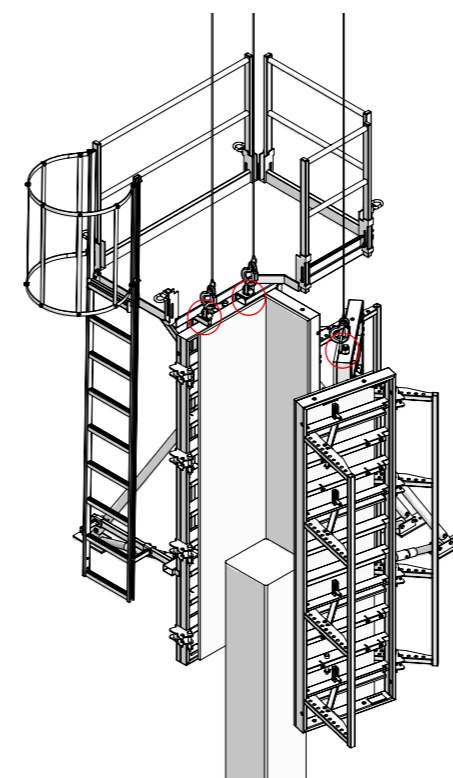
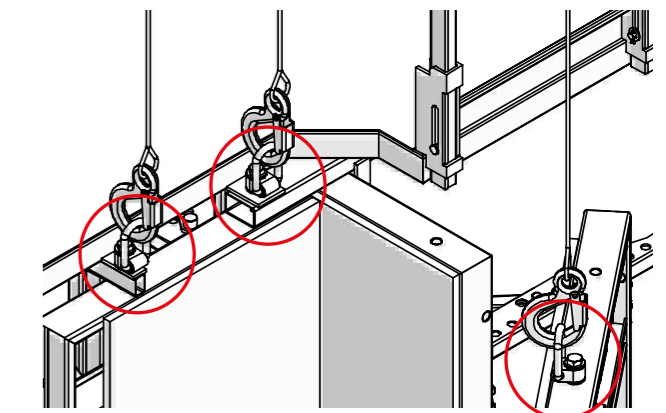

Fig. 2
Fig. 3
Le troisième anneau de levage 130 CF doit être fixé, comme décrit préalablement, sur le trou de manutention du panneau CF situé de l'autre côté pour assurer la manutention du coffrage vertical (Fig. 3).
Les coffrages de poteaux de plus de 3,60 m de haut ne doivent être déplacés que par grutage. CaroFalt doit être déplacé avec **trois anneaux de levage CF**. Le coffrage de poteaux reste ouvert pendant la manœuvre (Fig. 2 et Fig. 3).
- Utilisez toujours 3 anneaux de levage 130 CF pour déplacer l'unité CF (Fig. 3).